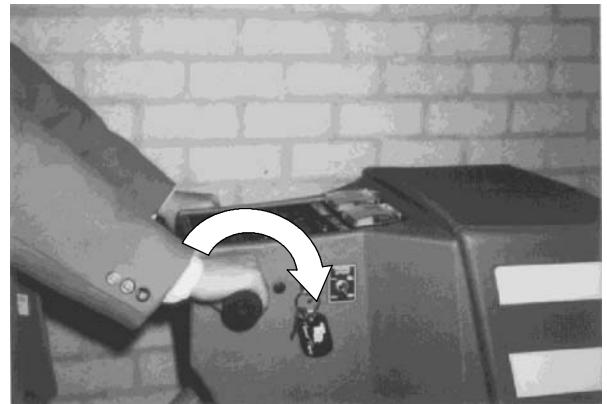

FIG. 6
4. Tournez les poignées de commande vers l'avant (Figure 6). Le moteur du patin se met en marche et l'aspiration amène le patin en mouvement contre le sol. Poussez ou tirez directement la machine dans la direction voulue.
5. Tournez les poignées de commande vers l'avant jusqu'à ce que le moteur du patin se mette en marche (reportez-vous à la figure 6). La machine se déplace vers l'avant et l'aspiration amène le patin en mouvement contre le sol.